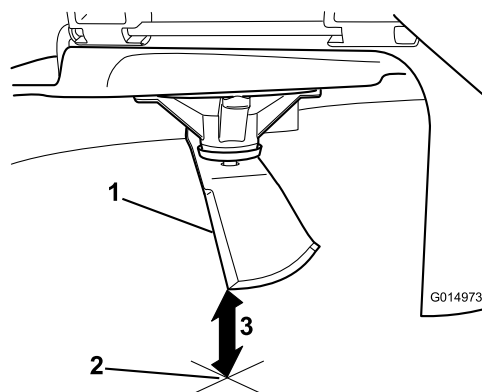

Figura 75
5. Misurate dalla punta della lama alla superficie piana (**Figura 75**).